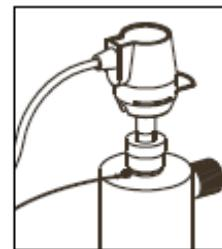

Рис. 4
4. Осторожно вставьте излучатель внутрь кварцевой трубы, расположенной внутри реактора (рис.3). Опустите излучатель так, чтобы он выступал из корпуса реактора на 5см. Присоедините Safety-Loc™ коннектор к излучателю (рис. 2). Конструкция коннектора обеспечивает только один вариант подключения. Убедитесь в прочности соединения излучателя и коннектора (рис. 4).
Убедитесь, что металлическая стопорная скоба выдвинута, что позволяет до конца надеть коннектор. С помощью стопорной скобы зафиксируйте коннектор (рис. 2). Убедитесь, что вырез на коннекторе расположен над шпилькой крепления провода заземления (рис. 4).